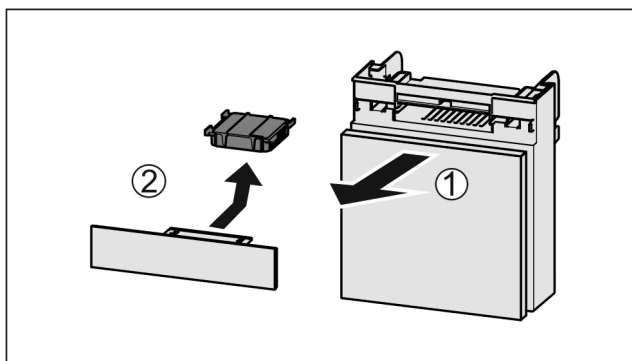

Fig. 177
- ▶ Вытянуть Fig. 177 (1) отделение движением вперед.
- ▶ Извлечение Fig. 177 (2) фильтра с активированным углем.